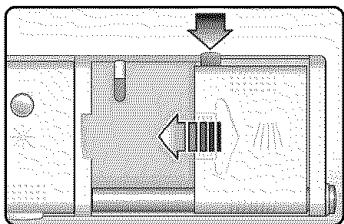

Figure 22/Ilus. 22
1. If the detergent dispenser cover is closed, open it by pressing the blue release tab **into the dispenser as shown** in Figure 22. The cover will slide open to the left. **Note: Pushing down on the release tab will not open the cover.**
1. Si le couvercle est fermé, l'ouvrir en pressant la languette de dégagement **dans le distributeur** comme à la figure 22. Le couvercle s'ouvre vers la gauche.
1. Si la cubierta del surtidor de detergente está cerrada, ábrala por medio de oprimir la lengüeta de desenganche azul **hacia adentro del surtidor** tal como muestra la Ilustración 22. La cubierta se desliza hacia la izquierda. **Nota:** La cubierta no se abre cuando se oprime la lengüeta de desenganche.